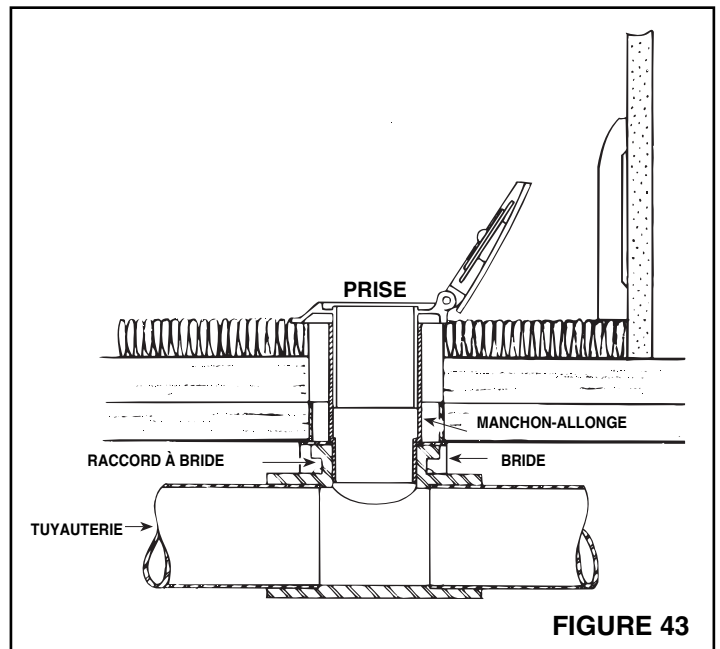

FIGURE 43
5. Voyez la figure 43. Tirez les câbles de basse tension à 2 âmes à travers le support de montage et attachez-les aux vis de borne à l'arrière de la prise de sol. Collez le manchon-allonge au modèle CI370 ou 360 de prise. Insérez le manchon-allonge à travers la garniture en vinyl dans le support de montage et placez-le fermement dans le raccord à bride.